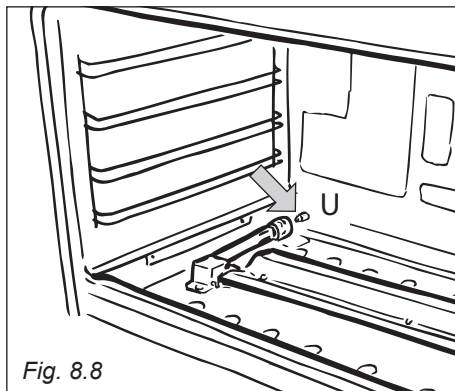

Fig. 8.8
- Con una chiave a tubo da 10 sostituire l'iniettore "U" (indicato dalla freccia - fig. 8.8) secondo la "Tabella Iniettori" e rimontare il bruciatore operando a ritroso.